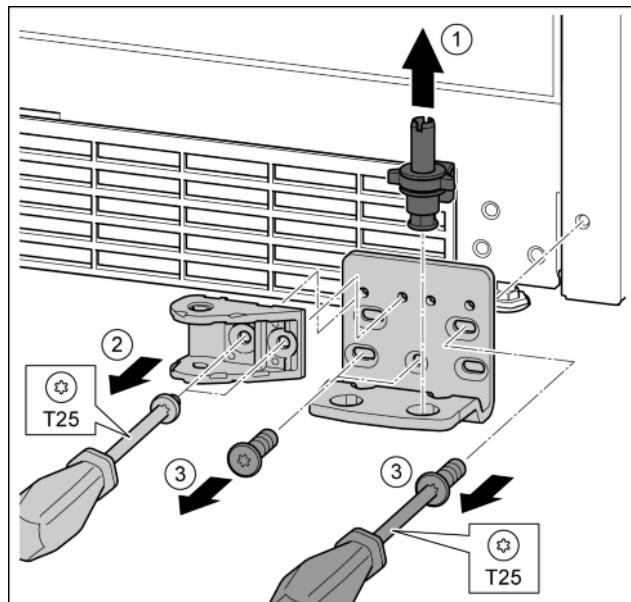

Fig. 30
- ▶ Ložiskový čep celý vytáhněte nahoru. Fig. 30 (1)
- ▶ Šroubovákem T25 vysroubujte šrouby a sejměte spojení tlumiče zavírání. Fig. 30 (2)
- ▶ Šroubovákem T25 vyšroubujte šrouby a sejměte stojan ložiska. Fig. 30 (3)